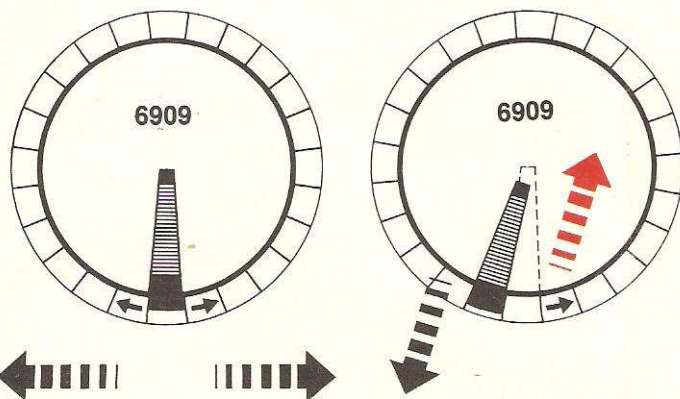

Fig. 2
The **FLEISCHMANN** Turntable 6052 was constructed as a built-in turntable. Complete with trench and turning platform this is a true-to-life model. The turntable is electrically operated and can be operated remotely by the turntable switch 6909, which is included. The switch will fit into the **FLEISCHMANN** diagrammatic control (Fig. 1). With this turntable switch the platform can be turned either to the left or right by means of the black switch. The platform stops automatically at each track. A continuous action through to your chosen position is possible if the switch is pushed into the direction of travel to its outer limit until the position is reached. On reaching this position, it is stopped by pressing in the opposite direction (Fig. 2).
La plaque tournante **FLEISCHMANN** 6052 a été réalisée comme élément à encastrer. La fosse et le pont sont absolument conformes au grand prototype. La plaque tournante est actionnée par un moteur électrique; elle est livrée avec un poste de commande 6909 spécialement conçu pour la télécommande. Ce poste de commande s'adapte au système **FLEISCHMANN** de poste de commande figuratif (fig. 1). En appuyant sur le bouton noir du poste de commande (soit vers la gauche, soit vers la droite) on provoque la rotation du pont tournant dans la direction correspondante. Le pont s'arrête automatiquement à chaque secteur. Si on désire une rotation continue on doit bloquer le bouton noir à fin de course dans la direction souhaitée. Dès qu'on arrive à proximité de la voie désirée, il faut évidemment débloquent le bouton noir (fig. 2).
De **FLEISCHMANN** draaischijf 6052 wordt als ingebouwde draaischijf gekonstrueerd. Met groeven en draaibrug is het grote voorbeeld natuurgetrouw nagebootst. De draaischijf wordt elektrisch aangedreven en is door de bijgesloten draaischijfschakelaar 6909 op afstand te bedienen. De schakelaar behoort bij het **FLEISCHMANN** schakelpaneel (Fig. 1). Met de draaischijfschakelaar kan door de beweging van de zwarte schakelaar, naar rechts of links, de draaibrug in de juiste richting in bedrijf worden gesteld. De draaibrug stopt automatisch bij elk deelstuk. Een gekontinueerd doorrijden naar de gewenste positie is mogelijk, wanneer de schakelaar naar de keuze van draairichting door het naar buiten trekken ingesteld wordt. Bij het bereiken van de gewenste positie moet de instelling door het drukken in de tegenovergestelde richting weer losgemaakt worden (Fig. 2).
**FLEISCHMANN**s våndskiva konstruerades som inbyggnadsvåndskiva. Med grav och vridbrygga är den stora förebilden verklighetstroget avbildad. Våndskivan manövreras elektriskt och fjärrmanövreras från den medföljande ställpulten 6909. Ställpulten passar till **FLEISCHMANN** bildställverk (fig. 1). Med våndskiveställpulten kan, genom att vrida den svarta knappen åt vänster eller höger, vridbryggan manövreras i motsvarande riktning. Vridbryggan stannar automatiskt vid varje påfart. En kontinuerlig vridning till önskad position är möjlig, om knappen efter riktningsval fästs genom att dras ut. När önskad position nås, måste knappen tryckas in (fig. 2).